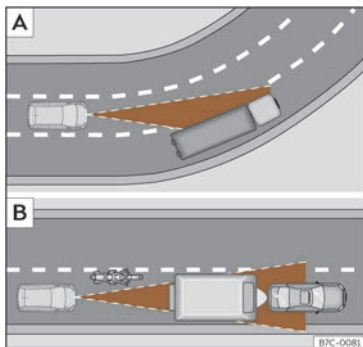

Fig. 174 [A] Vehicle en un revolt. [B] Motociclista circulant per davant fora del radi d'acció del sensor de radar.
L'ACC podria no detectar el vehicle precedent en un revolt o podria regular la distància amb vehicles que es troben en altres carrils » **fig. 174** [A].
- Vehicles que circulin desalineats o fora de la zona de detecció del sensor, per exemple, motocicletes » **fig. 174** [B]